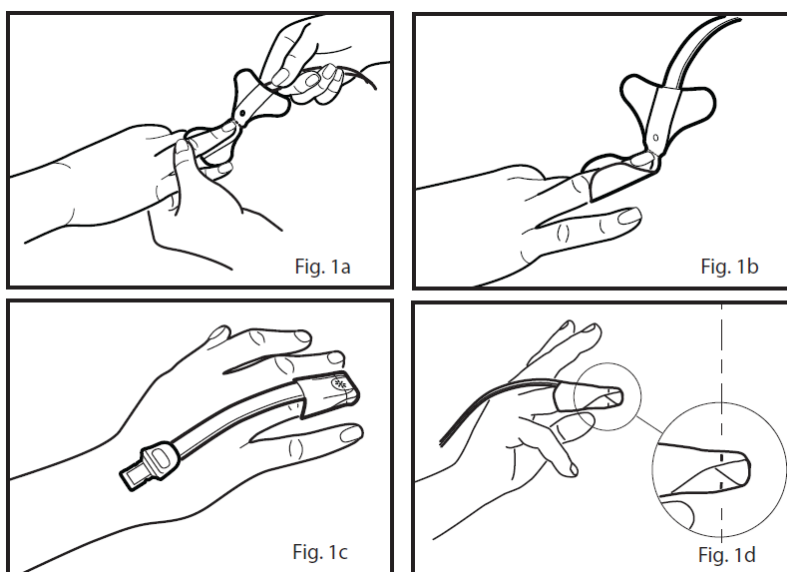

Fig. 20 Applicazione del sensore RD SET per bambini 10-50 kg
- 2 Fare riferimento alle Fig. 1a nella Fig. 20: Allineare il cavo del sensore in modo che il ricevitore possa essere collegato per primo. Posizionare il polpastrello sulla linea tratteggiata in modo che il contorno del dito e la finestra del ricevitore siano coperti dalla parte carnosa del dito.
- 3 Fare riferimento alle Fig. 1b nella Fig. 20: Premere le ali autoadesive sul dito una dopo l'altra. Per ottenere dati corretti, la finestra del ricevitore deve essere completamente coperta.
- 4 Fare riferimento alle Fig. 1c nella Fig. 20: Piegate il sensore sul dito in modo che la finestra del trasmettitore (stella rossa) sia posizionata sopra l'unghia. Fissare le ali una ad una intorno al dito.
- 5 Fare riferimento alle Fig. 1d nella Fig. 20: Se montato correttamente, trasmettitore e ricevitore sono allineati verticalmente (le linee nere devono corrispondere). Riposizionarli se necessario.